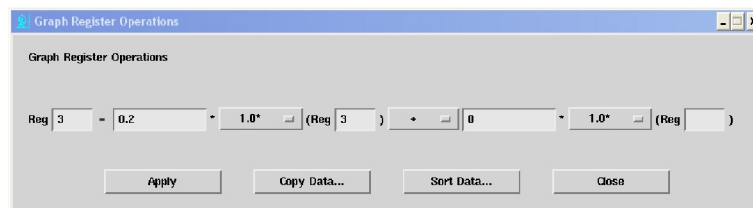

Рис. 10.12. Окно *Graph Register Operation...*
- В открывшемся окне *Graph Register Operation...* измените регистр 3, умножив его на 0,2 (1/5), как показано на рис. 10.12.